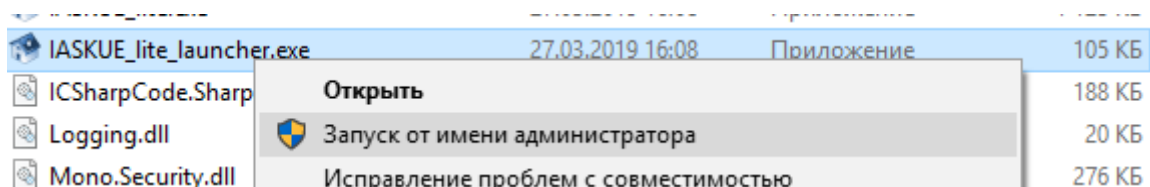

Рисунок 167. Запуск от имени администратора
1. Запустить IASKUE_lite_launcher от имени администратора. Утилита расположена в директории C:\IASKUE_lite_27.03.2019 (номер версии может меняться) (рисунок 167)